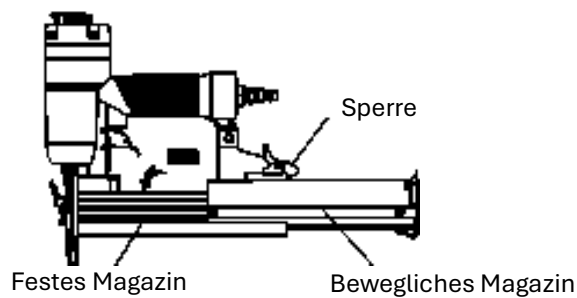

Abb. 2
1. Die Sperre nach unten drücken, um das bewegliche Magazin zu entriegeln. Danach das Magazin vollständig herausziehen, siehe Abb. 2.